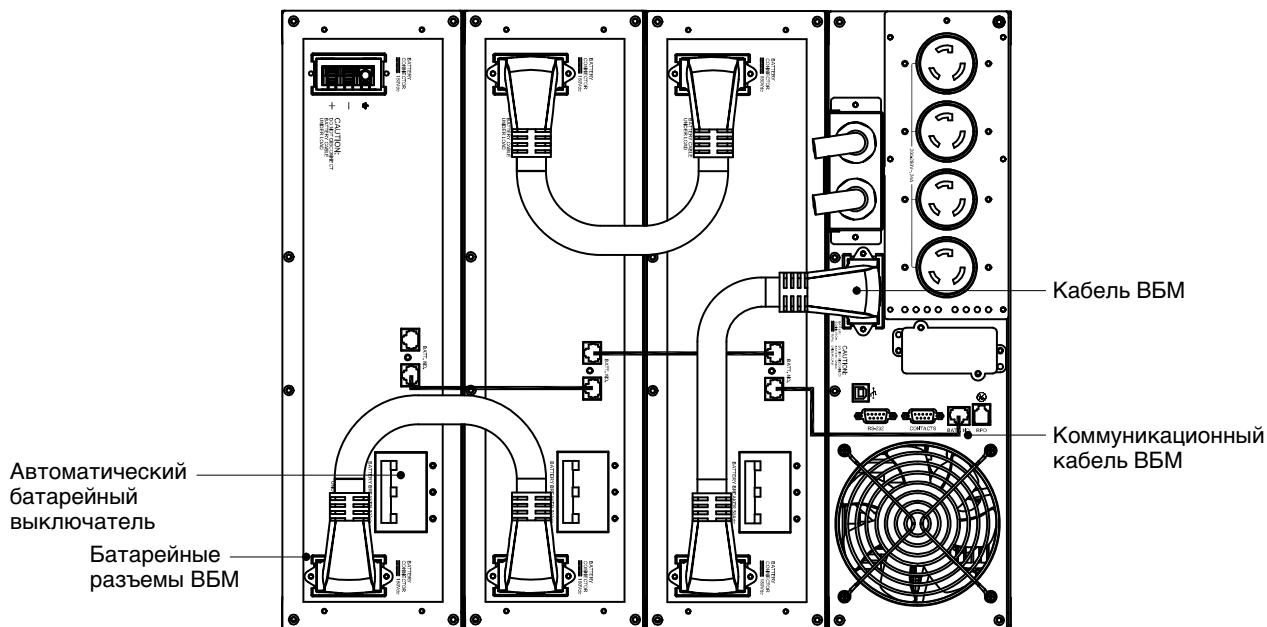

Рисунок 17. Установка ИБП с тремя ВБМ
- Подключите кабель ВБМ к разъему батареи. Подключите коммуникационный кабель ВБМ к порту RJ-11. См. Рисунок 17.